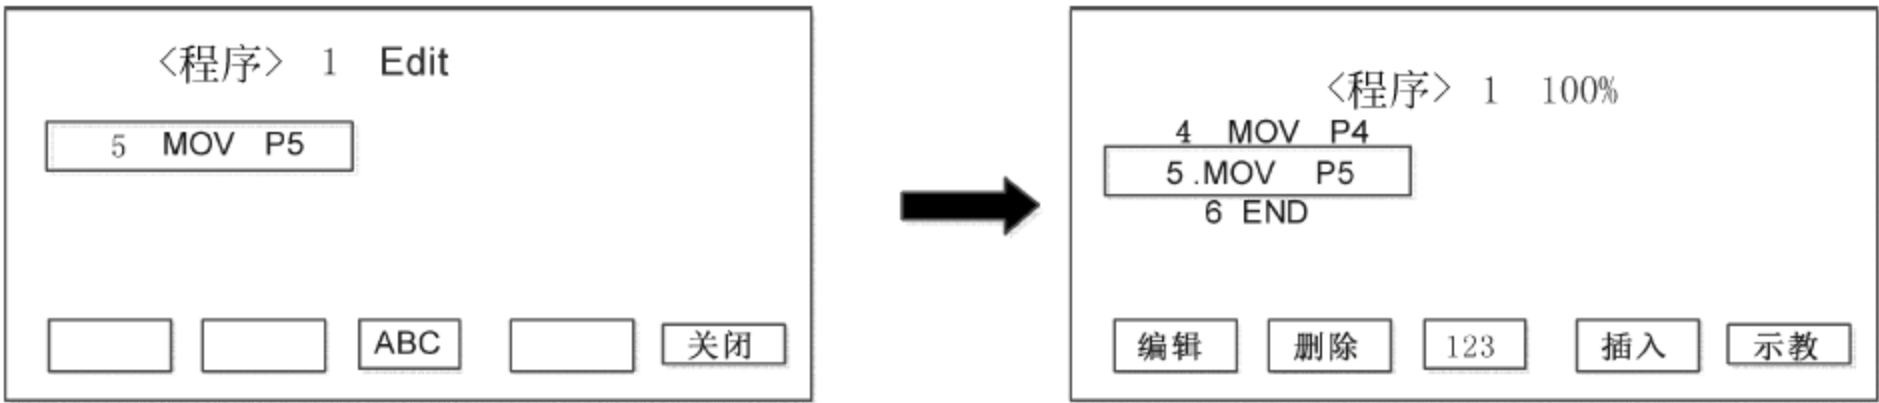

图 4-11 程序修改完成界面
- (4) 输入 MVS 指令,再按下 EXE 键,确认修改完成,如图 4-11 所示。